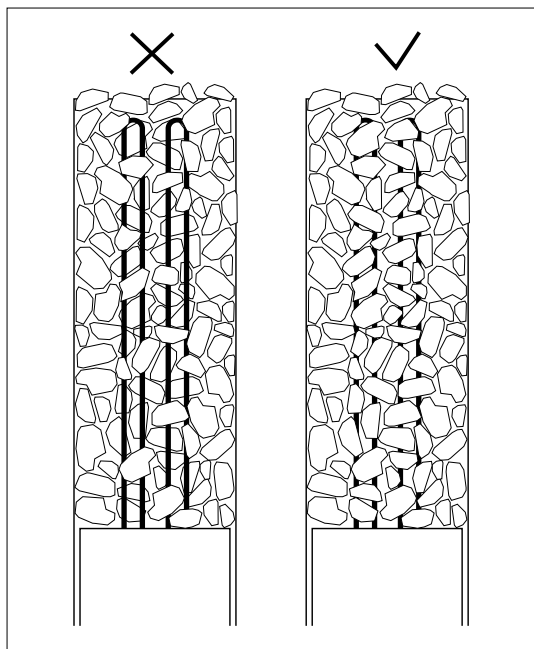

Abbildung 14. Einlegen der Saunasteine
- Die Saunaofensteine werden so dicht wie möglich an den äußeren Rand des Steinfachs gelegt, so dass die Heizelemente nicht sichtbar sind. Eine dichte Schicht schützt die umgebenden Materialien des Ofens vor Überhitzung (siehe Abbildung 14).
- Stapeln Sie die Steine nicht auf den Ofen (siehe Abbildung 14). Die Inspektion und Neuordnung der Saunaofensteine sollte alle